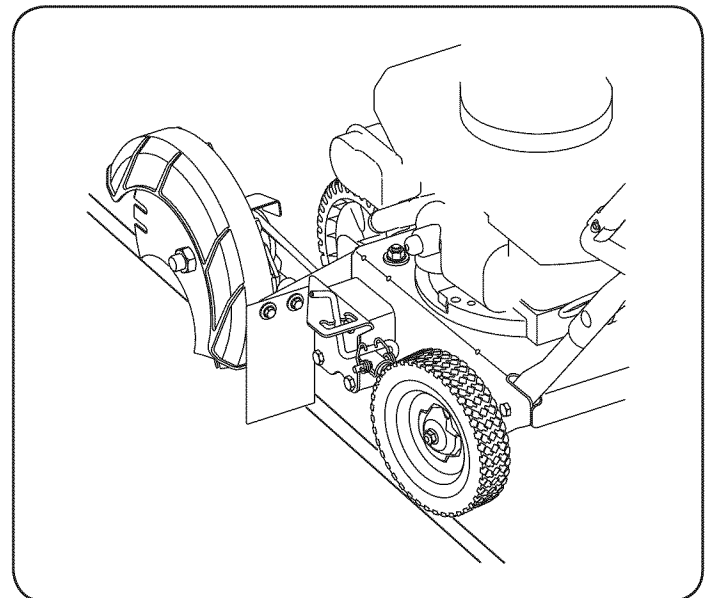

Figura 7
1. Mueva la unidad al área que va a recortar, asegurándose de que la rueda posterior izquierda esté sobre una superficie dura y que la cuchilla está sobre el área a cortar. Vea la Figura 7.